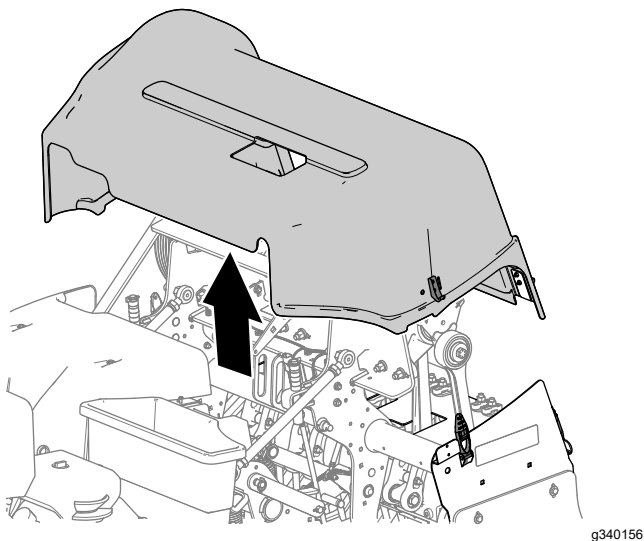

Figura 151
5. Levante la cubierta del cabezal de perforación de la máquina (Figura 151).